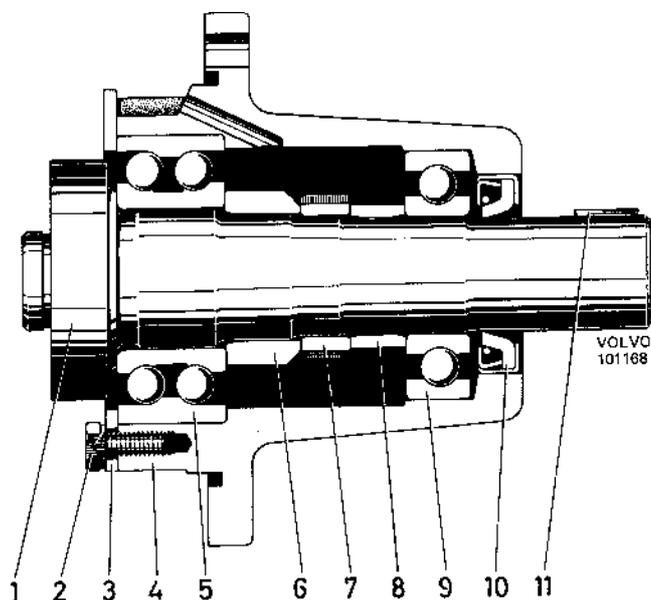

Fig. 70. Entraîneur de pompe d'injection
Pour pouvoir démonter l'entraîneur de la pompe d'injection (figure 70), commencer par déposer la poulie de vilebrequin, l'amortisseur de vibrations, la tête « polygone », le couvercle de distribution, l'accouplement de pompe, la commande de compte-tours et le pignon de commande de la pompe d'injection. Ensuite enlever les vis de fixation de l'entraîneur de pompe sur la face arrière du carter de distribution.
1. Enlever la clavette (11, figure 70).
2. Enlever les vis de fixation (2) ainsi que la rondelle (3).
3. Extraire l'arbre et le roulement, les douilles d'écartement et le pignon de compte-tours du carter. Si le roulement (9) n'est pas entraîné avec les autres pièces, le démontage devra se faire en deux étapes. Démontez les roulements et le pignon du compte-tours.
4. Démontez la bague d'étanchéité (10) du carter.